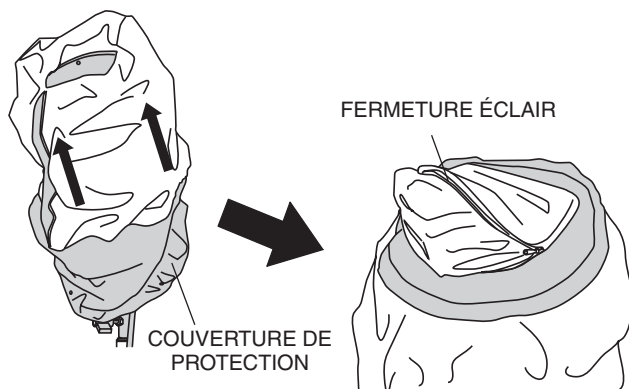

Figure 32. Rabattre la couverture de protection
2. Ensuite, rabattre la couverture de protection (Figure 32) sur elle-même et zipper.